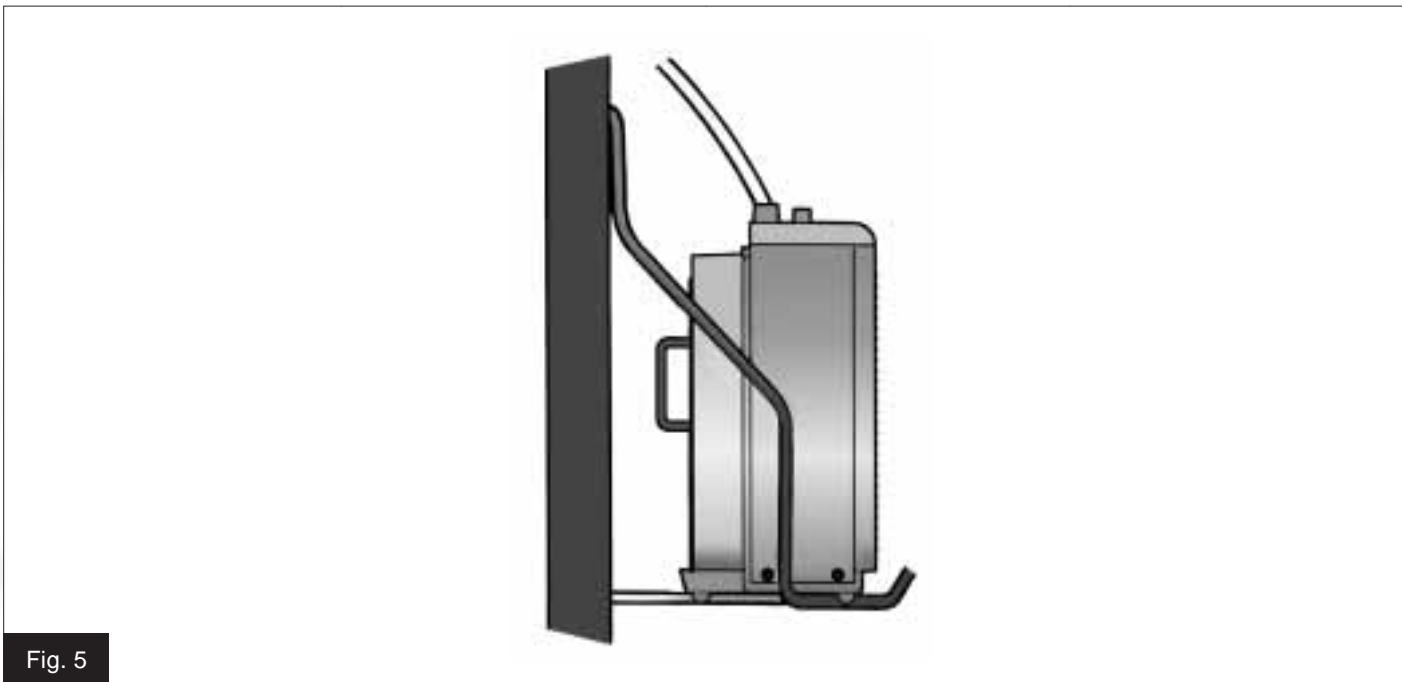

Fig. 5
d) Inserire sul supporto l'unità esterna (Fig. 5).
d) Introduire l'unité extérieure sur le support (Fig. 5).
d) Insert the outdoor unit onto the support (Fig. 5).
d) Die Ausseneinheit in die Halterung einsetzen (Abb. 5).
d) Colocar en el soporte la unidad externa (Fig. 5).
d) plaats de buitenunit op de ondersteuning (Fig. 5).